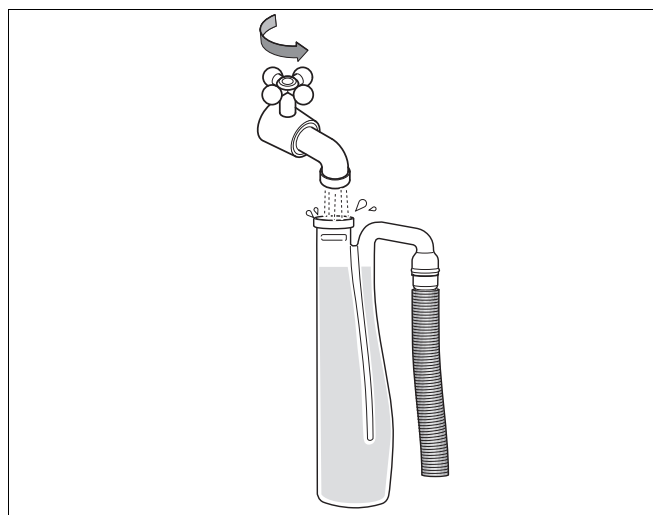

Fig. 71 Vandlåsen fyldes med vand
- Fyld vandlåsen med cirka en liter vand (fig. 71), og montér vandlåsen igen.